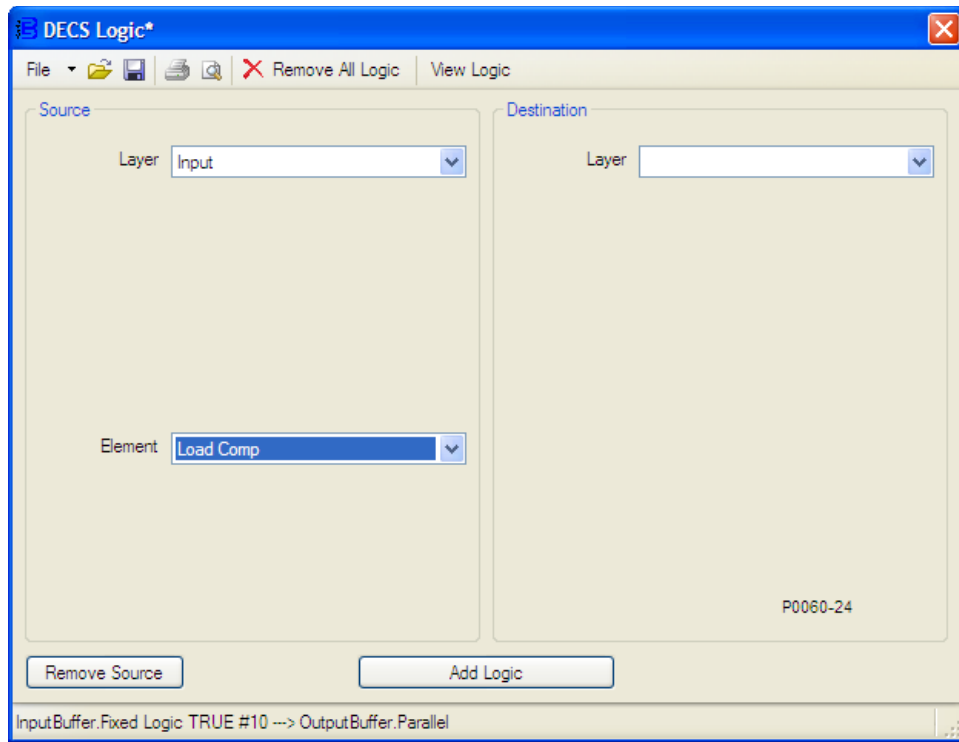

Figura 9-27. Desconectar entrada de compensación de carga)
4. La Figura 9-27 muestra los ajustes de la ventana DECS Logic (Lógica de DECS) asociados a este paso. En la porción Source (Origen) de la ventana DECS Logic (Lógica de DECS):